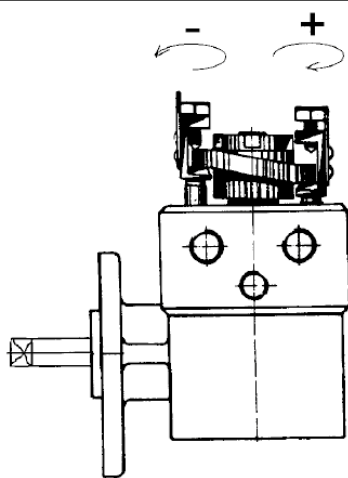

Figura 10
- Girare la vite in senso antiorario per diminuire la portata di olio (vedi Figura 10) (questa operazione deve essere effettuata su tutti i pistoni della pompa di lubrificazione);